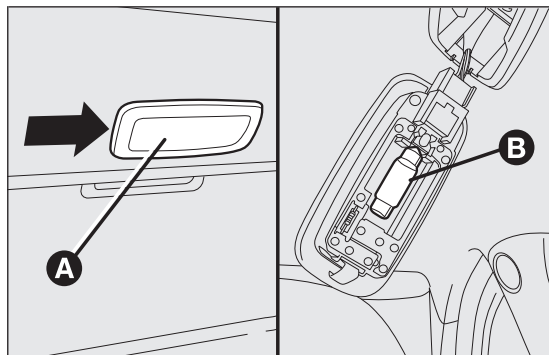

fig. 159
- ☐ intervenir sur le point indiqué par la flèche et enlever le plafonnier A fig. 159 ;